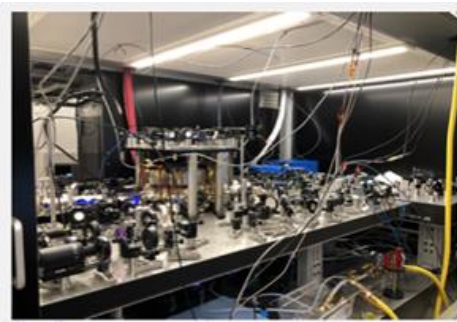

図1 実験装置(写真の中央部に真空チャンバーがある)
- 真空チャンバー内で数百万個のストロンチウム原子を絶対零度から数百ナノ度以内に冷却し、レーザー光のパルスを使って三角格子状に移動させる(実験装置は、図1, 2)。このレーザーを制御するために、SPECTRUM社のAWG M4i. 6622-x8を使用している。